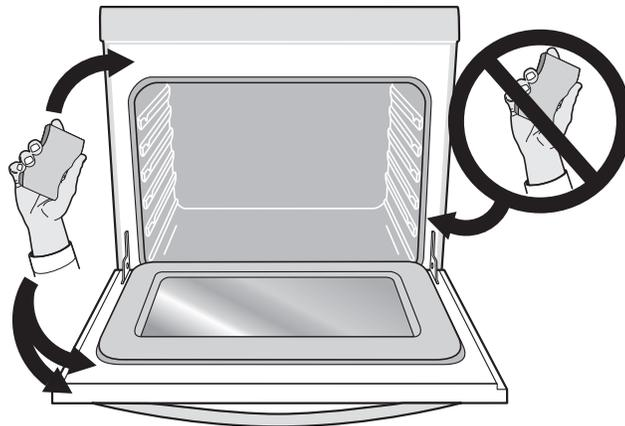

Figure 45 : Zone de la porte du four qu'il faut nettoyer et ne pas nettoyer (joint)
- Ne nettoyez pas le joint de la porte du four (Figure 45). Le joint tissé est essentiel à la bonne étanchéité du four. Prenez soin de ne pas frotter, endommager ou retirer le joint. N'utilisez aucun produit de nettoyage sur le joint de la porte. Cela pourrait endommager le joint de la porte.
- Nettoyez toute saleté sur le cadre du four, le revêtement de la porte autour du joint et la petite surface située au centre, devant, sur la sole du four (Figure 45). Ces zones chauffent suffisamment pour que la saleté y brûle. Nettoyez-les avec de l'eau savonneuse avant de lancer l'autonettoyage.